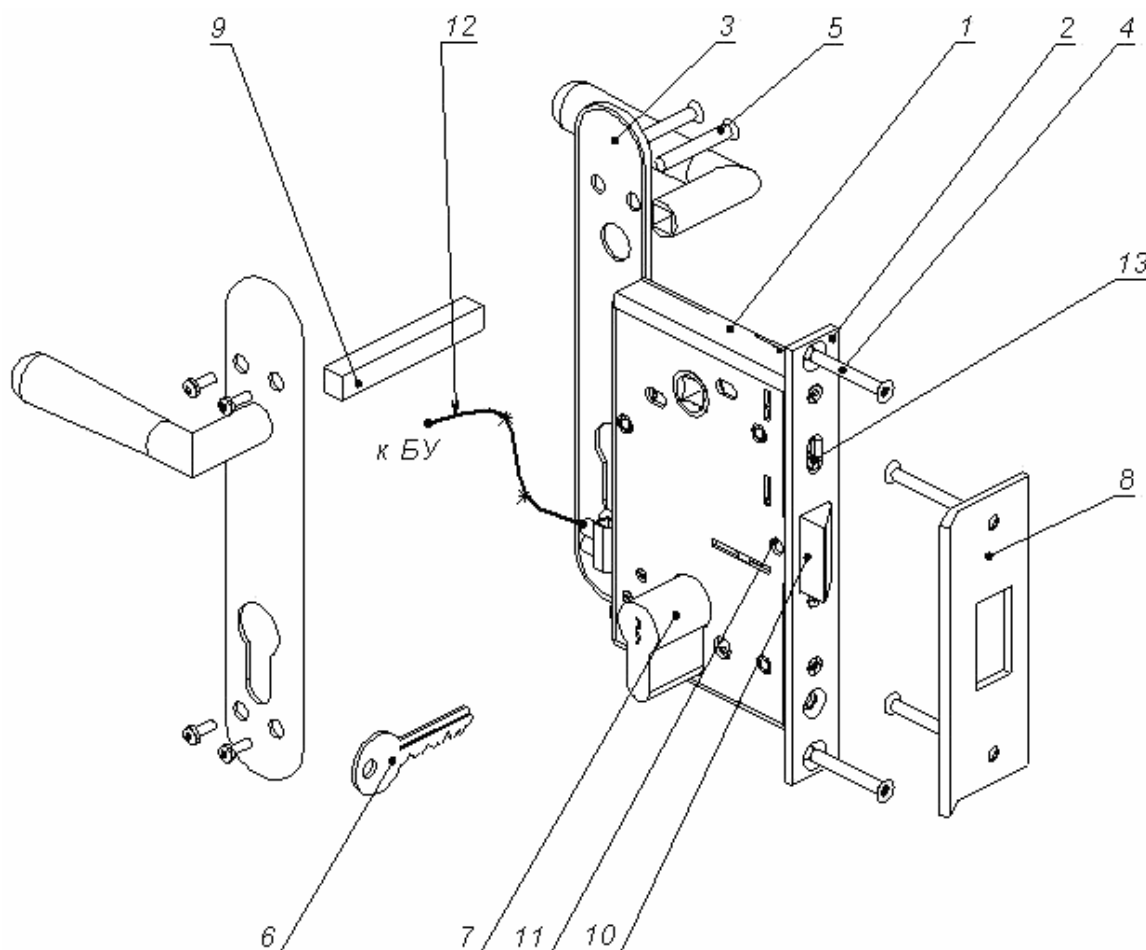

Рисунок 1. Состав и внешний вид замка.
Состав и внешний вид замка показаны на рис.1.
Монтаж замка на дверь следует производить в следующем порядке (см. рис.1)
- вывинтите полностью установочный винт 11 ключом шестигранным S2,5 (рис.1);